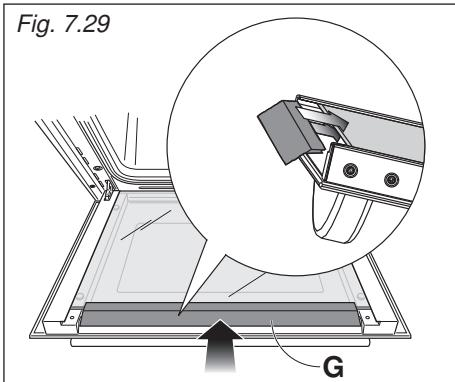

Fig. 7.29
4. Déverrouillez la porte du four en l'ouvrant complètement et en fermant le levier "A" sur les charnières gauche et droite (fig. 7.29).